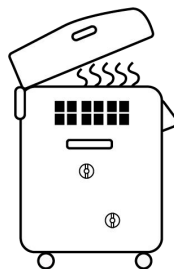

图 28
4. 运行刚结束，请不要急于开盖取物，待锅内温度降至常温以下并带好防护手套后方可进行。一旦急于开盖会有大量的蒸汽冒出，以免烫伤。（图 28）